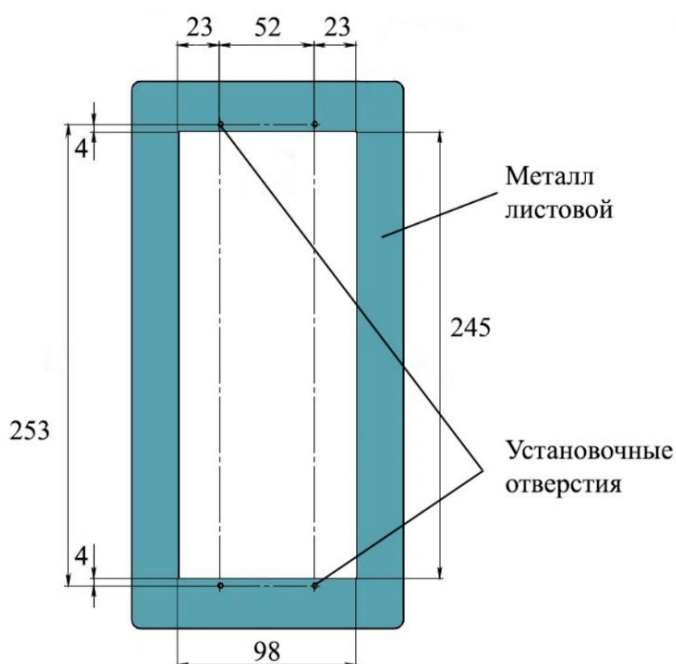

Рисунок 3 – Разметка установочных отверстий под заклепки
2.2.2. Поместить крепление в подготовленное углубление и убедиться, что все кабели для подключения вызывной панели свободно проходят через отверстие для кабелей и не мешают монтажу. Разметить четыре установочных отверстия под верхним и нижним выступами крепления (рисунок 3).